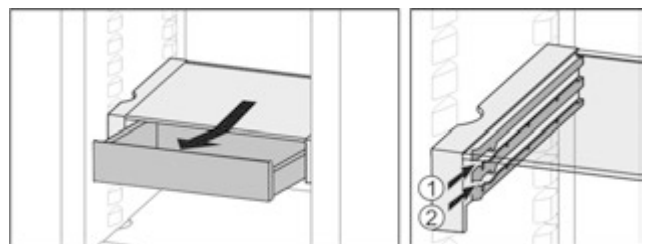

Fig. 25
- ▶ Вставити на будь-якій висоті Fig. 25 (1) або Fig. 25 (2).